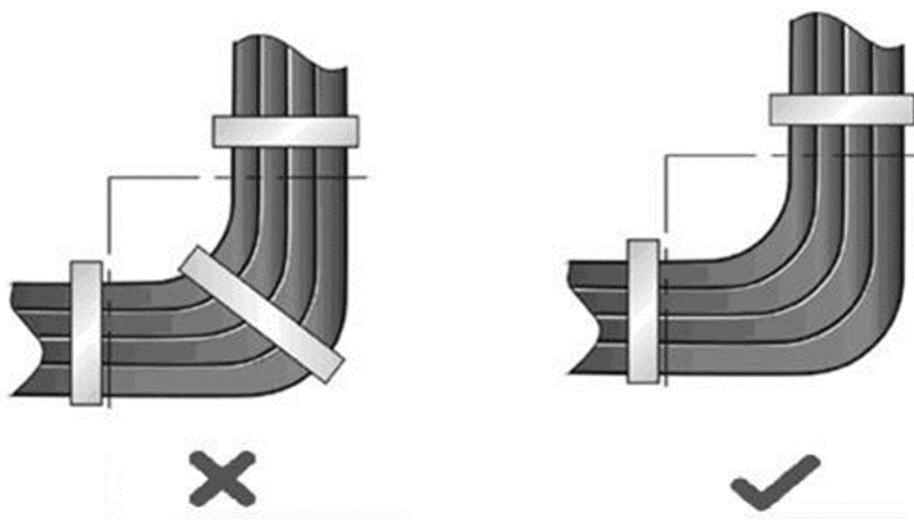

Рисунок 33. Стяжка проводов(3)
- Когда вам требуется согнуть кабели, первым делом стяните их. Не сгибайте кабель на месте стяжки. В противном случае, большая нагрузка ложится на кабели и их сердечники могут порваться. Как показано на Рисунок 33.